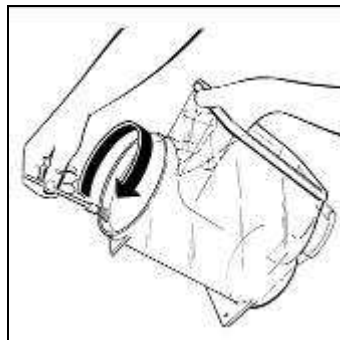

Abb. 23
- Um die Montage zu erleichtern, empfehlen wir, die Stelle der Behälterrückseite, die an der Dichtung anliegt, mit sauberem Wasser oder Lebensmittelfett (Vaseline) zu befeuchten (siehe Abb. 23).